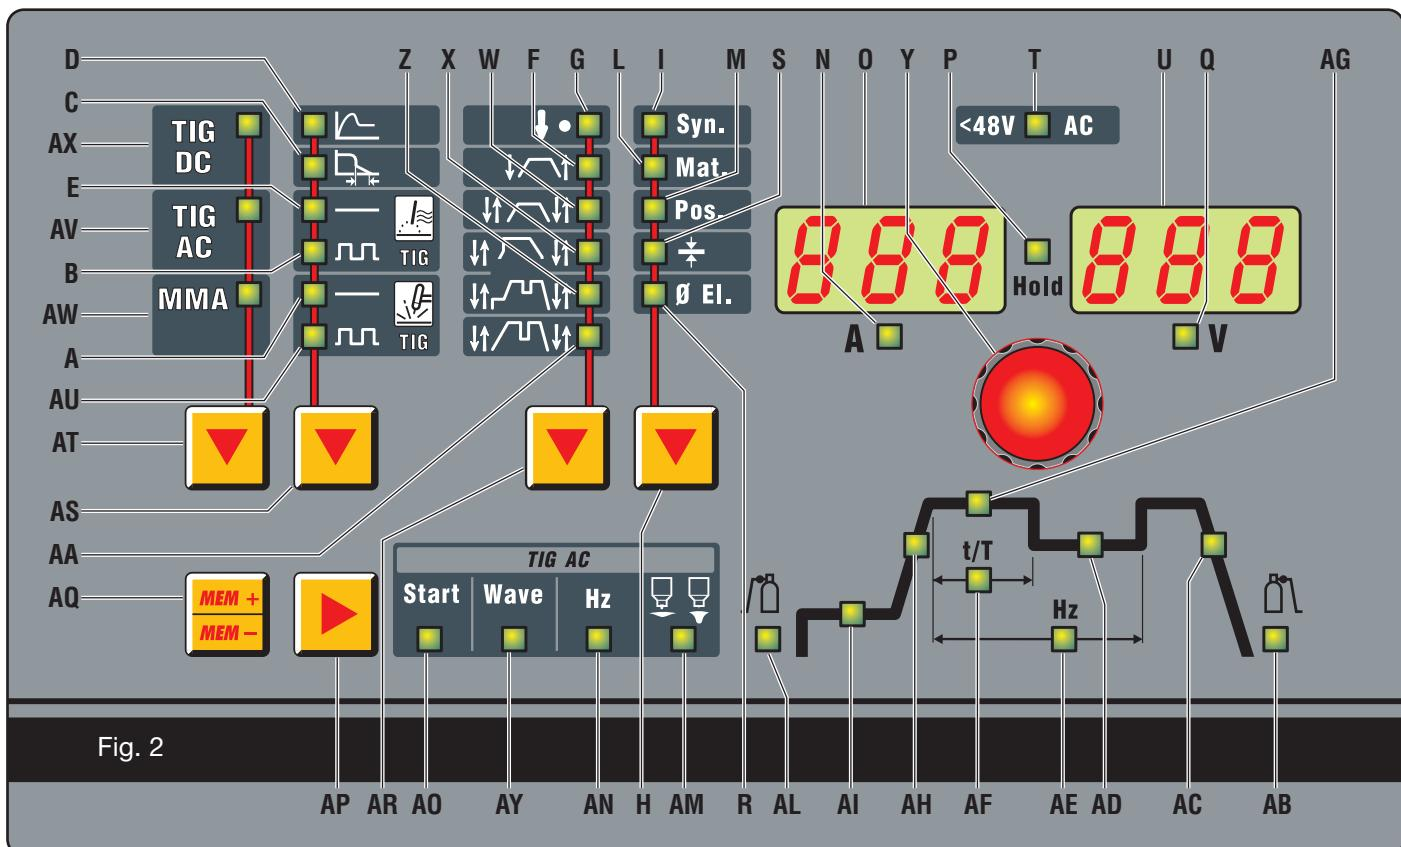

Fig. 2
3.3 BESKRIVNING AV PANEL (fig. 2)